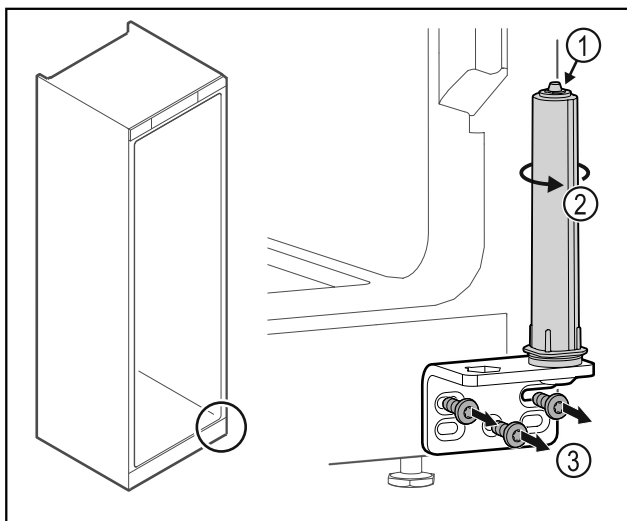

Fig. 28
- ▶ Ne rastavljajte sustav zatvaranja vrata Fig. 28 (1).
- ▶ Okrećite sustav zatvaranja Fig. 28 (2) dok ne klikne.
- ▶ Odvrnite kutne šarke Fig. 28 (3).